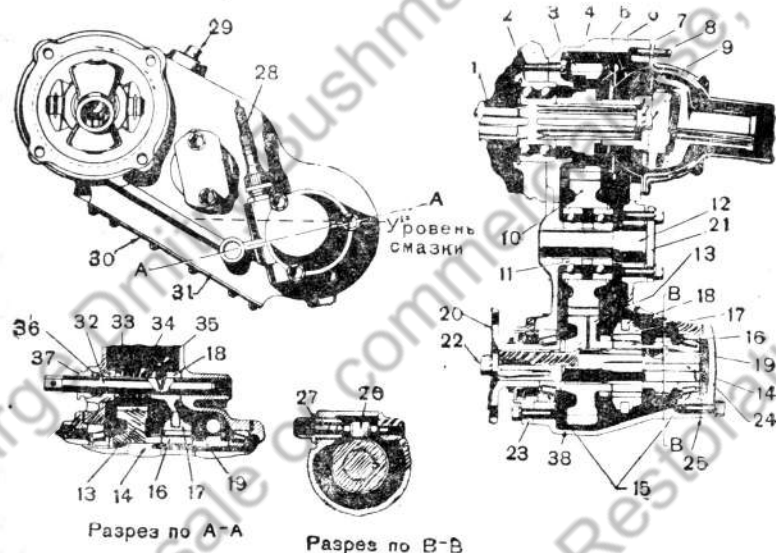

Рис. 28. Раздаточная коробка:
Раздаточная коробка (рис. 28) передает часть мощности двигателя на передний мост через передний карданный вал. Зубчатая муфта на нижнем валу коробки служит для вклю-
На главном валу 1 (рис. 28) коробки перемены передач, который вращается в двухрядном шариковом подшипнике 2, насажена ведущая шестерня 3 раздаточной коробки и передняя вилка 6 карданного шарнира. Ведущая шестерня вращает паразитную шестерню 10, смонтированную на двух шариковых подшипниках 11 на оси 12. Паразитная шестерня
находится в зацеплении с ведомой шестерней 13, насаженной свободно на нижний вал 14 раздаточной коробки. Нижний вал вращается в двух конических роликовых подшипниках 15. На валу насажена на шлицах зубчатая ступица 16, на которой скользит зубчатая муфта 17, передвигаемая вилкой 18. В указанном на рис. 28 положении зубчатой муфты передний мост не включен и ведомая шестерня вращается на валу свободно, не передавая на него мощность. Когда водитель переставит рычаг включения переднего моста, вилка передвинет зубчатую муфту по направлению к ведомой шестерне. При этом муфта блокирует зубчатку на ступице ведомой шестерни и зубчатую ступицу на нижнем валу, ведомая шестерня начинает передавать мощность нижнему валу и через передний карданный вал переднему ведущему мосту.
2. Зубчатая муфта несимметрична по расположению канавки для вилки. Её следует устанавливать канавкой ближе к ведомой шестерне, как показано на рис. 28.